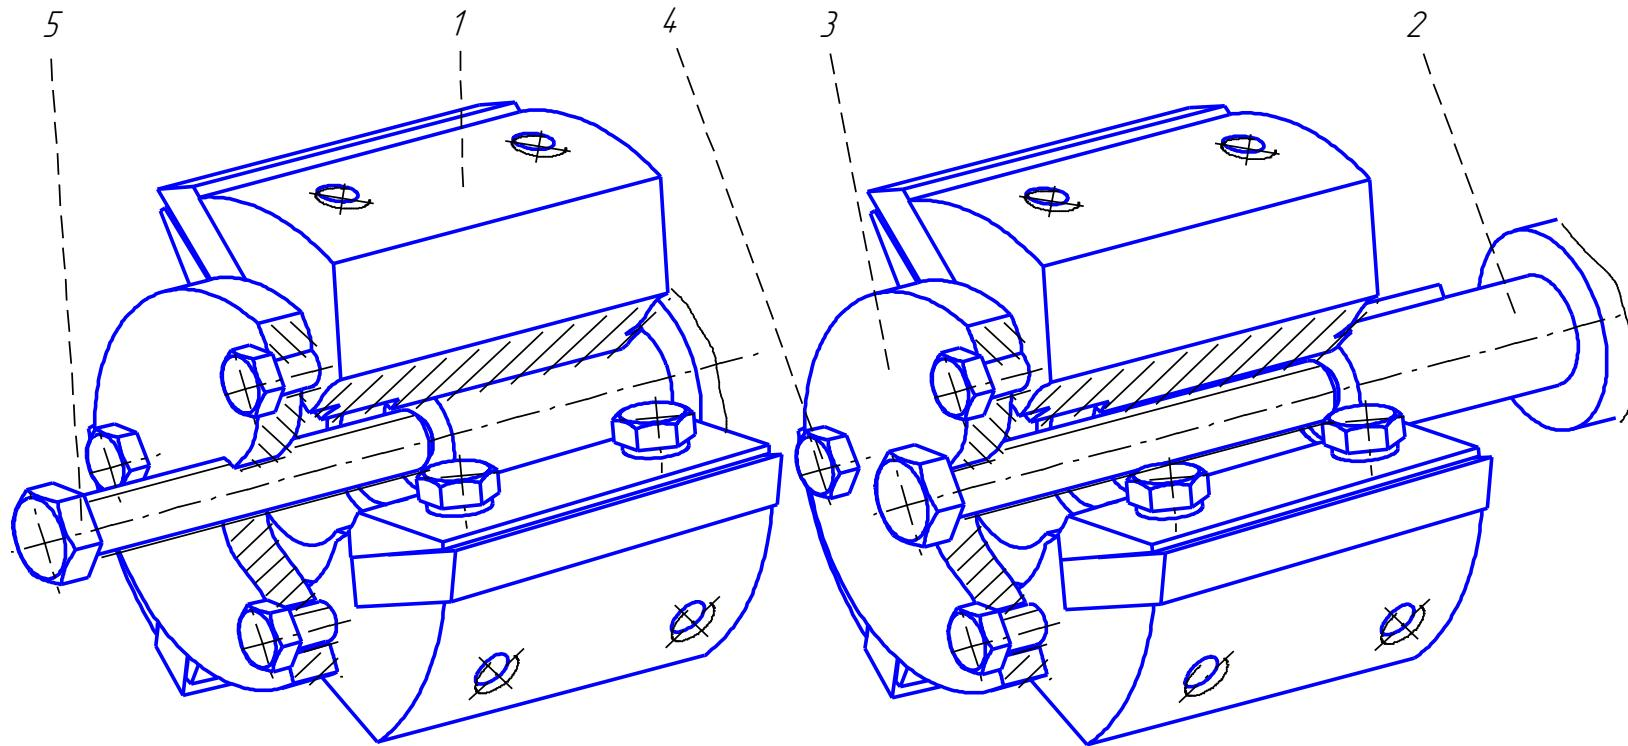

Рис.3 Снятие ротора с вала электродвигателя при помощи съемника.
- ввернуть винты 2 съемника (Рис. 3) в отверстия на торце ротора, при этом шайба 1 прижимается к ротору;
- а) закрепить шаблон 28 (Рис. 3) винтами 29 на роторе 5;